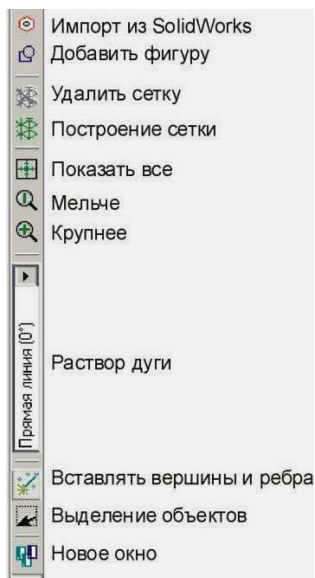
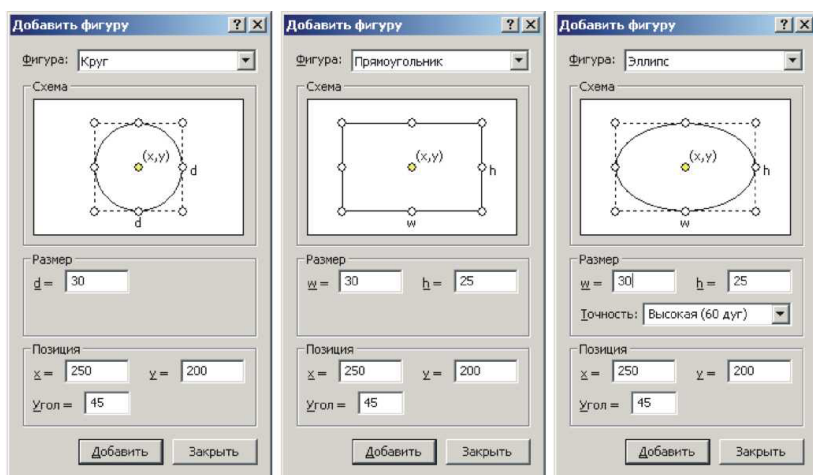

Рис. 33. Инструменты панели «Модель»
Рис. 35. Диалог «Вставка фигуры»
Каждый элемент отрисовывается с помощью соответствующего инструмента. Все инструменты сосредоточены в панели «Модель» (рис. 33), которая выводится на экран только после активизации (щелчка мышкой по рабочей области) графического редактора.
1. Нажмите кнопку на панели инструментов «Вставлять вершины и ребра» (рис. 33) или клавишу INS, чтобы перейти в режим вставки.
2. Укажите раствор нового ребра в окне «Раствор дуги» (рис. 33). Выберите одно из значений, находящихся в выпадающем списке (прямая линия, четверть круга, половина круга, три четверти круга).
Вставка фигуры позволяет ускорить процесс создания геометрии путем ввода стандартных геометрических фигур: круга, прямоугольника, эллипса. Их ввод осуществляется запуском команды «Добавить фигуру» из панели «Модель» (рис. 33). На экране появится диалог, показанный на рис. 35.
Для выделения объектов необходимо щелкнуть по кнопке «Выделение объектов» (рис. 33), а затем – по выделяемому объекту или выделить группу с помощью рамки.